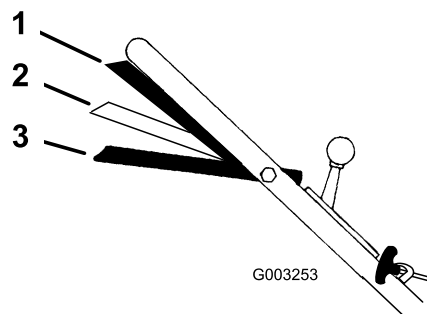

Figura 16
1. Mueva el control de velocidad sobre el terreno a la posición de Punto muerto (N).
3. Apriete la barra de control contra el manillar hasta la posición Marcha/avance (Figura 16).
Nota: No cambie de velocidad mientras aprieta la barra de control de la cuchilla contra el manillar en posición Marcha/avance; esto podría dañar la transmisión. Mueva la barra de control de la cuchilla a la posición Marcha/cambio (Figura 16) para cambiar la velocidad sobre el terreno.